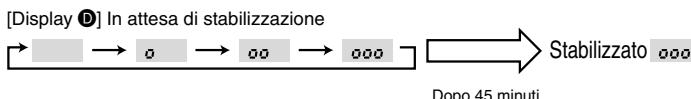

Fig. 8-3
③ Premere il tasto **FILTER** (tasto \leftrightarrow) per confermare l'impostazione. (Fig. 8-3)